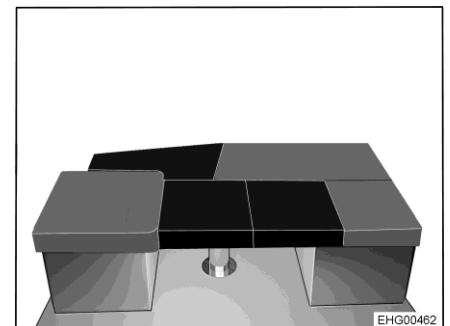

Fig. 179 Después de la transformación
- Colocar 2 cojines adicionales cuadrados en la mesa (véase Fig. 179).
- Colocar el cojín adicional triangular sobre el ensanchamiento de cama, entre el asiento lateral y el banco L (véase Fig. 179).